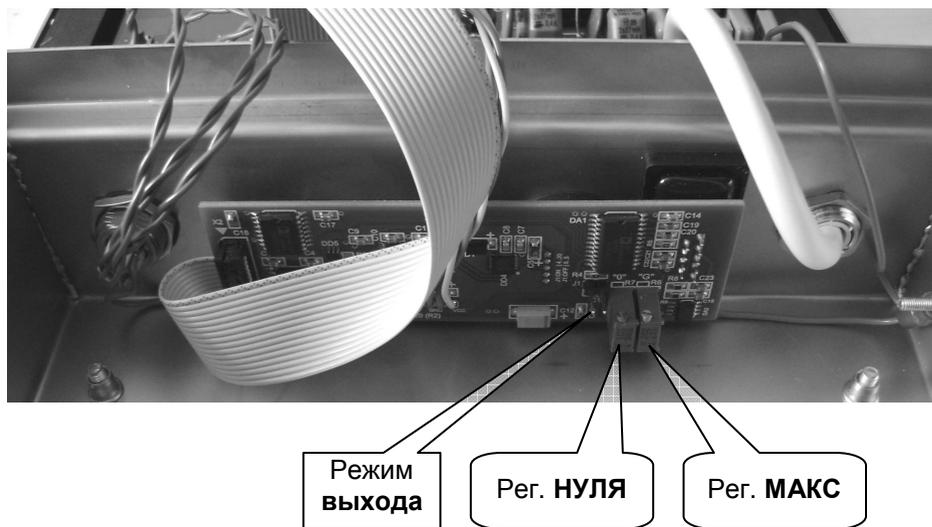

Рис. 31.1. Интерфейсный модуль Преобразователя
- снимите с преобразователя заднюю крышку и найдите внутри Преобразователя интерфейсный модуль. Внешний вид интерфейсного модуля изображён на Рис. 31.1;
- для установки требуемого режима работы аналогового выхода установите джампер «Режим выхода» (см. Рис. 31.1) в соответствующее состояние:
- снимите с преобразователя заднюю крышку и найдите внутри Преобразователя интерфейсный модуль (см. Рис. 31.1 на стр. 27);
Вращая ротор резистора «Рег. **НУЛЯ**» (см. Рис. 31.1 на стр. 27) и контролируя уровень сигнала на аналоговом выходе по показаниям внешнего измерительного прибора, добейтесь равенства показаний внешнего измерительного прибора минимальному значению для установленного режима работы выхода.